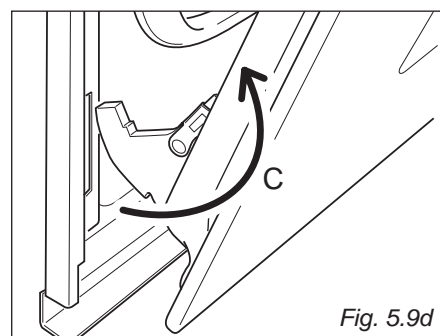

Fig. 5.9d
- Retire los ganchos de las bisagras de su alojamiento siguiendo la flecha C (fig. 5.9d).